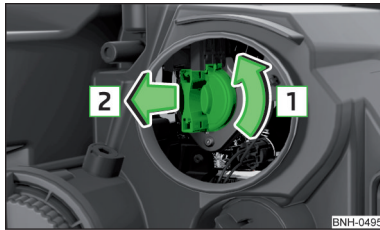

Abb. 270
- › Die Fassung mit der Glühlampe in Pfeilrichtung **1** drehen » Abb. 270.